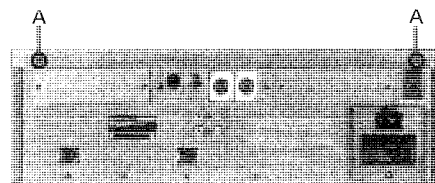
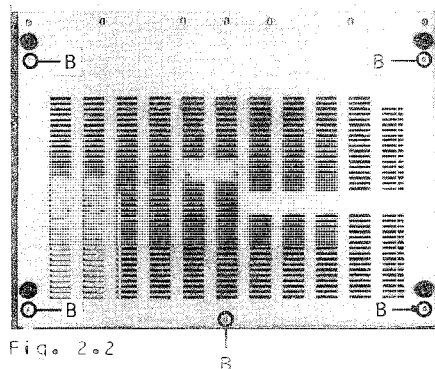

Fig. 2.1
Fig. 2.2
2.1 Dépose de la plaque supérieure (fig. 2.1)
- Dévissez 2 vis (A) à l'arrière de l'appareil.
2.2 Dépose de la plaque inférieure (fig. 2.2)
- Dévissez les cinq vis (B) du fond.